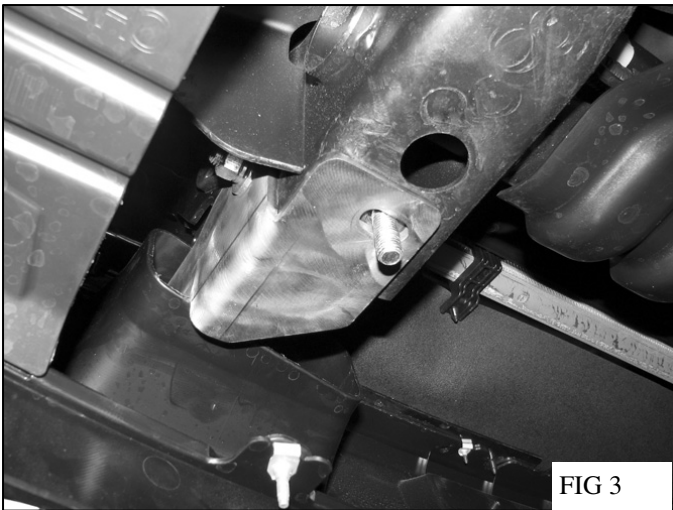

FIG 3
3. Select the driver side frame Mounting Bracket. From behind the bumper, insert the Bracket through the inlet for the tow hook, (Figure 3 & 4). Line up the two holes in the Bracket with the holes for the tow hook hardware. Bolt the Bracket to the frame with two (item 7) M12 Hex Bolts, four (item 8) M12 Flat Washers, two (item 9) M12 Lock Washers and two (item 10) 12mm Hex Nuts. Remove the protective tape. Do not tighten hardware at this time.
3. Sélectionner le support de montage châssis côté conducteur. Depuis l'arrière du pare-chocs, insérer le support à travers l'orifice d'entrée pour le crochet de remorquage. (Figure 3 & 4). Aligner les deux trous dans le support avec les trous pour le matériel du crochet de remorquage. Boulonner le support au châssis avec deux (pièce 7) M12 boulons hexagonaux, quatre (pièce 8) M12 rondelles plates, deux (pièce 9) M12 rondelles-frein et deux (pièce 10) 12MM écrous hexagonaux. Retirer l'adhésif de protection. Ne pas serrer le matériel à cet instant.